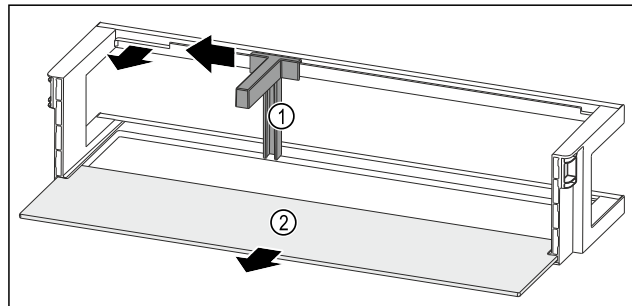

Fig. 223 Rafti i derës me mbajtëse për shishe dhe raft mbajtës
- Shtyni mbajtësen e shisheve Fig. 223 (1) anash deri te foleja.
- Hiqni mbajtësen e shisheve Fig. 223 (1).
- Hiqni raftin mbajtës Fig. 223 (2).